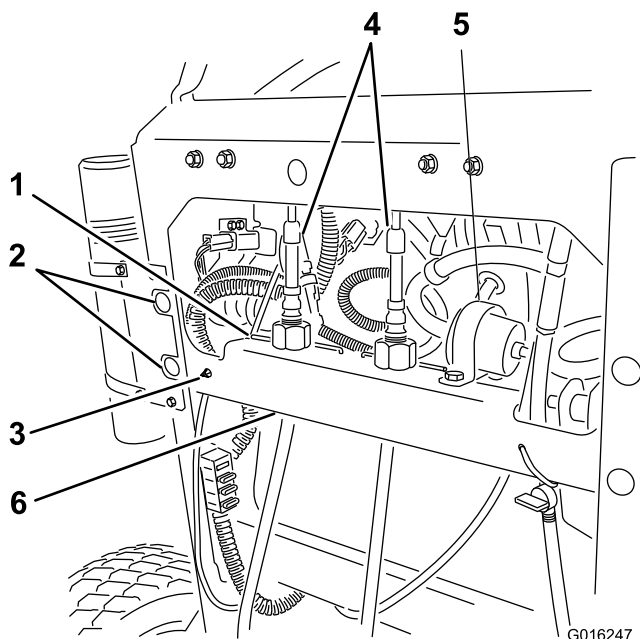

図 5
1. トラッキング用の調整ナットを保持しているワイヤスプリングを外す (図 5)。
3. クロスブラケットからケーブルを抜き出す (図 5 と 図 12)。
6. 大きい R クランプを外し、この R からフィルタを取り外す (図 5)。
7. クロスブラケットの左側に、コンジットクリップを手でひねりながら通す (図 5)。
8. 機体からクロスブラケットを取り外す (ボルト4本を外す必要がある)。クロスブラケットとボルト類は保管しておくこと (図 5)。